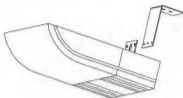

Рис. 4
4. Установите кронштейны на расстоянии друг от друга в соответствии с рисунком 1, закрепив их с помощью цепи или крепежа. (Рис. 4). 5- Подвесьте обогреватель на кронштейны в соответствии с рис. 4, закрепив сначала один край, а потом другой. Убедитесь, что винты надёжно затянуты.